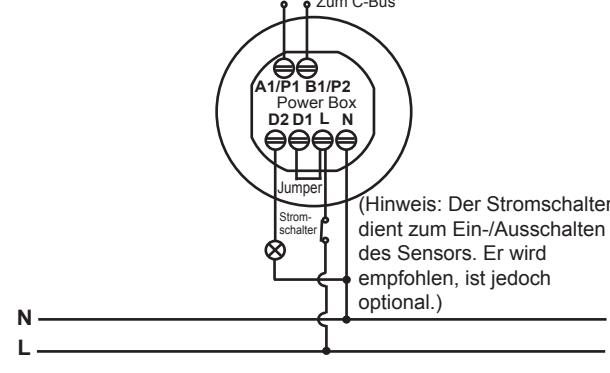
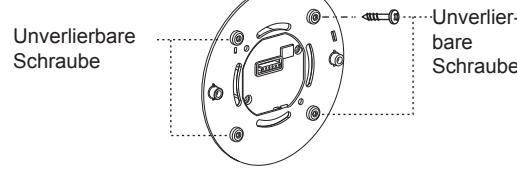

ABB. 4
ABB. 20
- Funktionsweise der C-Bus-Signalsteuerung (siehe ABB. 4). Stellen Sie sicher, dass der Schiebeschalter entsprechend eingestellt ist, siehe Abschnitt 4.2.1.2 sowie ABB. 20 und ABB. 21.
3.3.4.4 Setzen Sie die vier unverlierbaren Schrauben in die entsprechenden Schraubenlöcher auf der Befestigungsplatte des Sensors ein. Die Schrauben können danach nicht mehr herunterfallen und ermöglichen so die komfortable nachfolgende Montage (siehe ABB. 20).